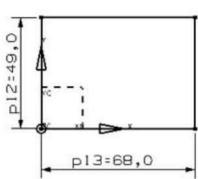

图 1.4 绘制矩形
(3) 运用草图功能绘制矩形如图 1.4 所示草图。单击草图工具中的“矩形”按钮 ,选择坐标系原点为矩形左下角角点,移动鼠标,选择右上角角点则单击屏幕右上方空白处,产生矩形。单击“自动判断尺寸”按钮 ,选择矩形水平边线,输入“68”,回车。选择矩形垂直边线,
输入“49”，回车。从而约束矩形的长为 68、宽为 49，如图 1.4 所示。